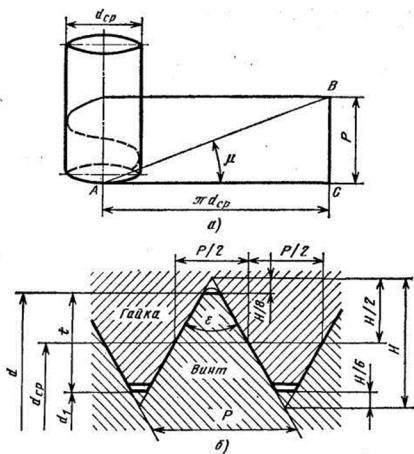

Рисунок 1 – Конструктивные элементы резьбы
2. Составить конспект лекции. Обязательно изобразить рис.1,б - Конструктивные элементы резьбы
Резьбы могут быть однозаходные и многозаходные, а также левые и правые. Если винтовую поверхность (рисунок 1,*a*) развернуть на плоскость, то она превратится в гипотенузу прямоугольного треугольника *ABC*. Катет *AC* будет равен длине окружности, а катет *BC* — шагу винтовой линии *P*.
Шагом резьбы называют расстояние между одноименными точками двух соседних витков. Угол подъема винтовой линии — угол между плоскостью, перпендикулярной оси винтовой поверхности, и касательной к направлению витка. Резьба винта (рисунок 1,б) характеризуется наружным диаметром d , внутренним диаметром d_1 , средним диаметром d_{cp} , шагом резьбы P , углом профиля резьбы ϵ и высотой профиля t . Крепежные резьбы основных видов подразделяют на метрические и дюймовые.